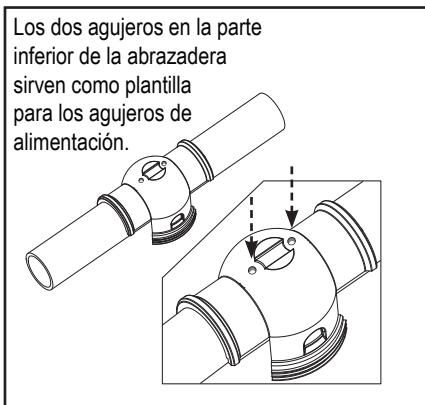

Figura 7. Marcado de tubos para la perforación de agujeros
7. Invertir la abrazadera inferior y coloquela en el tubo. Marque el tubo para perforación de los agujeros alimentadores (ver Figura 7).